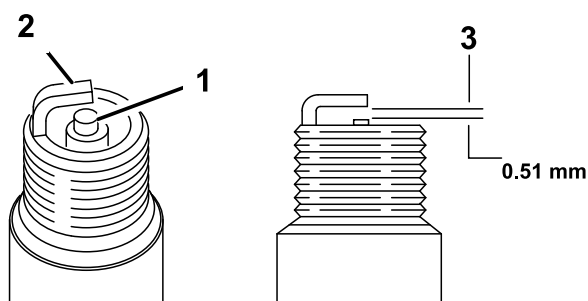

Figura 22
5. Ajuste la distancia entre los electrodos en la nueva bujía a 0.51 mm, según se muestra en Figura 22.